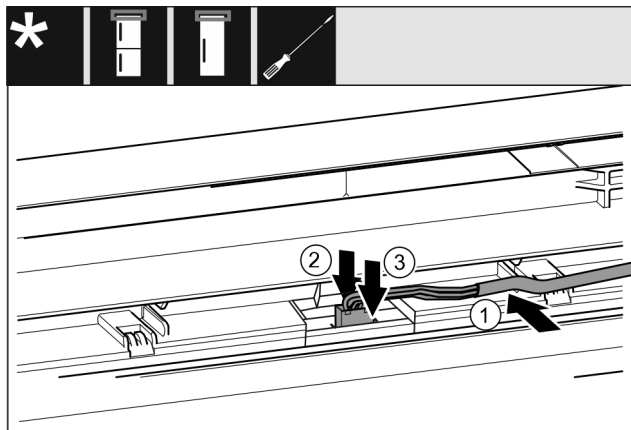

Fig. 44
- ▶ Grijze kabel in de geleiding in de bovenste deur plaatsen. Fig. 44 (1)
- ▶ Grendelnok naar achteren drukken. Fig. 44 (2)
- ▶ Stekker vastklikken. Fig. 44 (3)